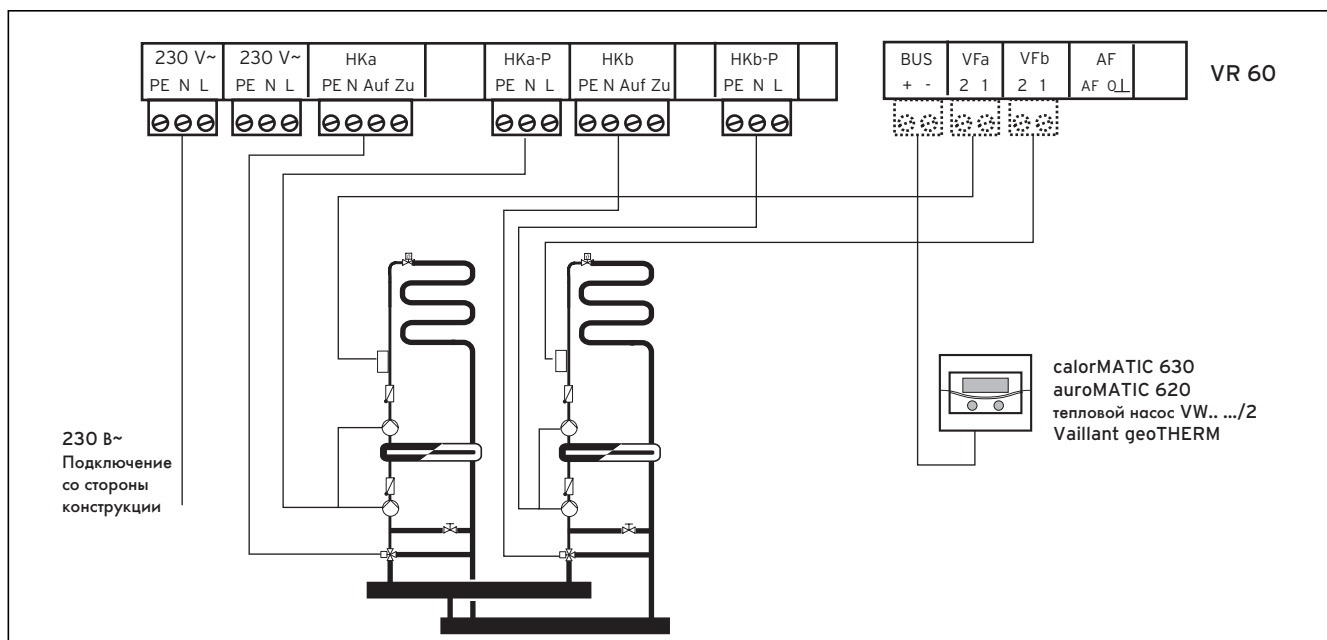

Рис. 5.1 Подключение смесительного модуля VR 60
- Произведите монтаж электропроводки смесительного модуля VR 60 так, как это показано на рис. 5.1.